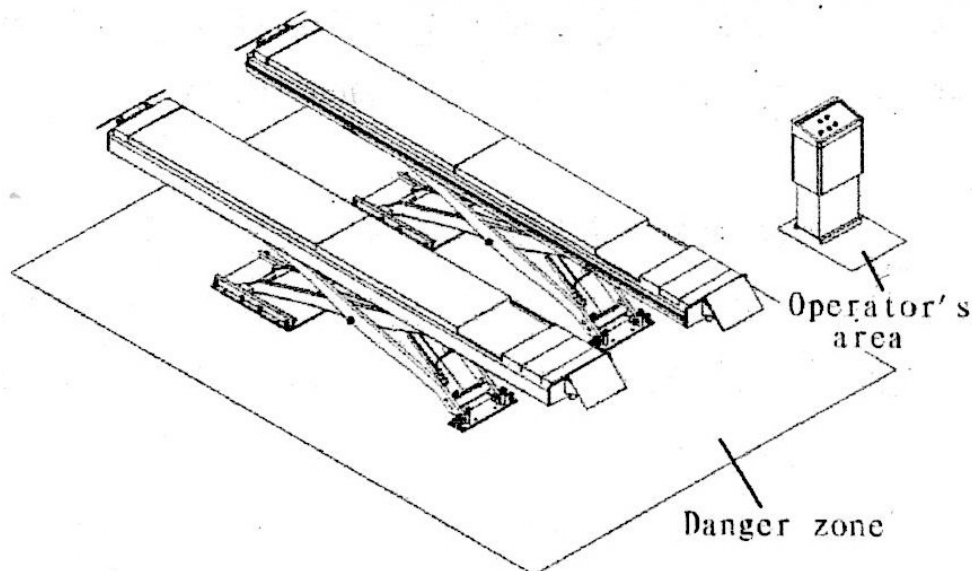

Рис.8. Рабочие зоны.
Во время подъема или опускания подъемника оператор должен оставаться в зоне стойки управления. Присутствие людей внутри зоны повышенной опасности (Рис. 8.) категорически запрещается. Персоналу, выполняющему ремонт автомобиля, разрешается находиться под ним, только когда подъемник находится в поднятом состоянии, платформы подъемника неподвижны и механические защитные устройства сработали.
- запрещается входить в зону безопасности во время подъема автомобиля (Рис.8);